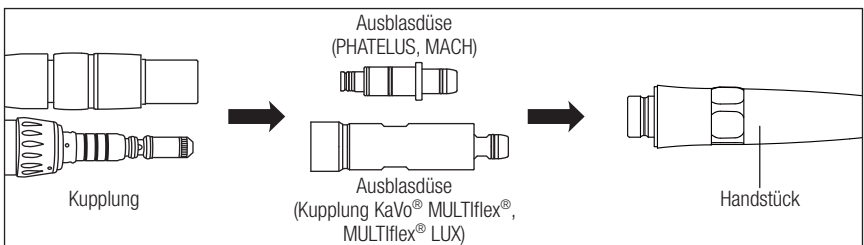

Abb. 15
- 4) Montieren Sie die mitgelieferte Ausblasdüse an der Turbinenkupplung und stecken Sie das Handstück auf die Ausblasdüse. Führen Sie für mehr als 5 Sekunden einen Leerlauf ohne Wasser durch, um die Leitungen zu reinigen/ auszublasen. (Abb. 15)